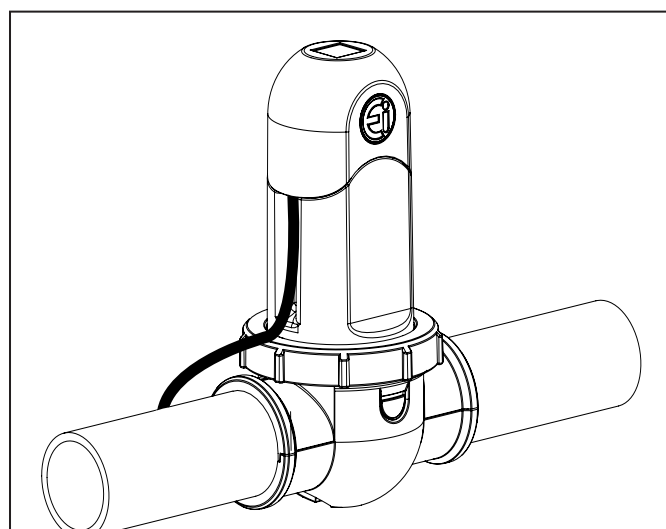

Figure 16. Fixer le capuchon terminal
- 17 Brancher le connecteur du capteur dans le bloc d'alimentation (Voir Figure 16).